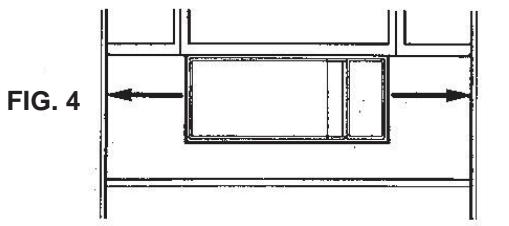

FIG. 4
- Para facilitar el montaje y desmontaje, deje una cantidad de espacio adecuada entre el horno microondas y una pared o electrodoméstico adyacente. La instalación será más fácil si se deja el espacio adecuado para transite la mano. (Fig. 4).